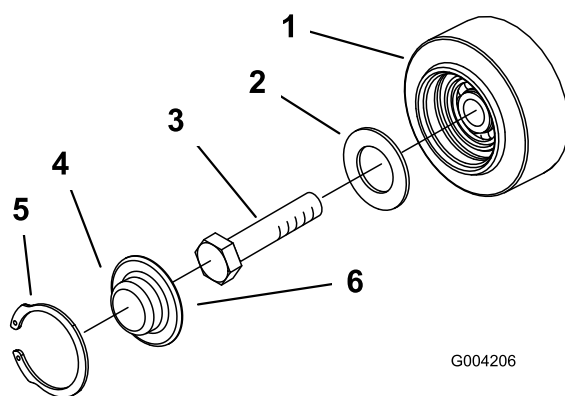

Figura 49
3. Rimuovete l'anello elastico e il tappo da una ruota non motrice (Figura 49).
4. Controllare il grasso sotto il tappo e attorno alla guarnizione (Figura 49). Se risulta sporco, sabbioso o consumato, eliminarlo completamente, sostituirla e applicate del grasso nuovo.